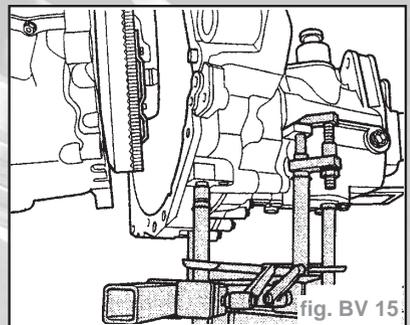

fig. BV 15
- Abaisser légèrement la boîte de vitesses et la faire pencher vers la gauche avec les broches du support de boîte **3282** (fig. BV 15).